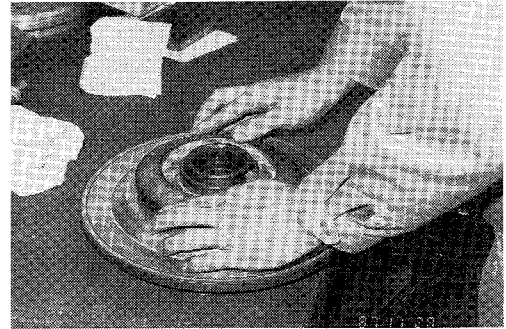

図1-8
② 移動フランジをまわして、それが滑らかにまわるかどうか確認する(図1-8)。また移動フランジにそりがないか、そして固定フランジとのクリアランスが適当であるかを調べる。